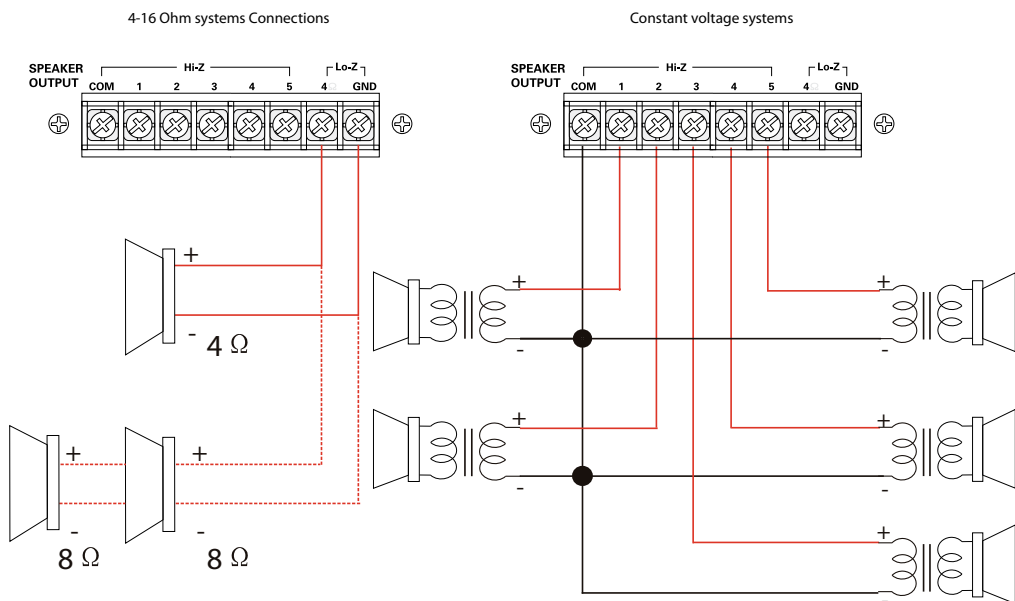

Fig.3
Si possono collegare diffusori con ingresso audio 70 V e 100 V o gruppi di diffusori con impedenza totale non inferiore a $4\ \Omega$ attraverso i morsetti a vite (12), posti sul pannello posteriore. Prestare sempre attenzione alla corretta polarità (fig.3).
It's possible to connect 70 V, 100 V speakers or speaker group with a total impedance of $4\ \Omega$ as a minimum to the screw terminals (12) on the rear panel of the amplifier. When connecting the speakers, always observe the correct polarity (fig.3).